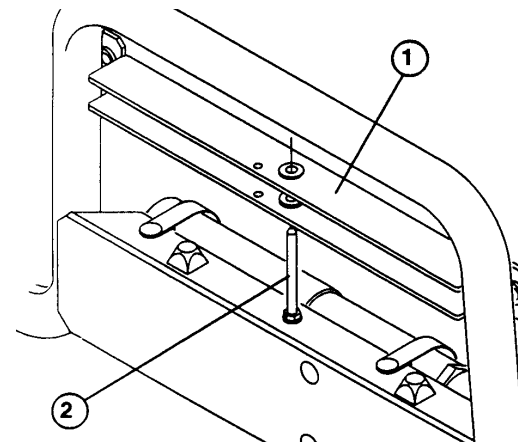

Fig. 10
- B. Ta lasteplanstøtten av bolten øverst på rygghvilens støttekanal på Workman (fig. 10).